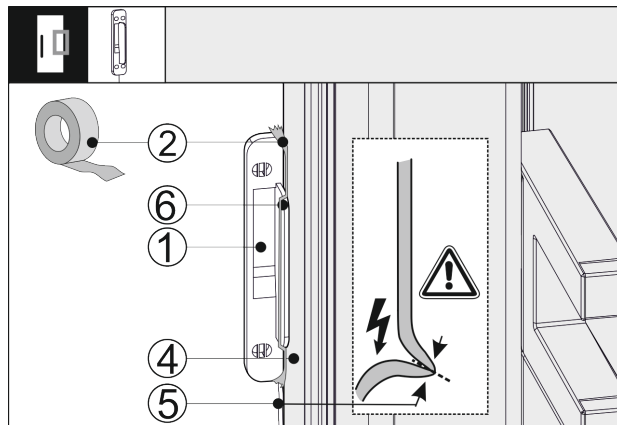

Fig. 42
- ▶ Vendosni sensorin e trokitjes Fig. 42 (1) anash në derën e pajisjes Fig. 42 (4), në mënyrë të tillë që ndaluesi Fig. 42 (6) të mbështetet në derën e pajisjes Fig. 42 (4). Kabllotja e sensorit Fig. 42 (5) është paksa e tendosur dhe mbështetet gjithashtu në derën e pajisjes Fig. 42 (4).
- ▶ Fiksni sensorin e trokitjes Fig. 42 (1) me shiritin ngjites Fig. 42 (2). Sensori i trokitjes mbërthehet më pas me vida me kanatin e mobiljes.